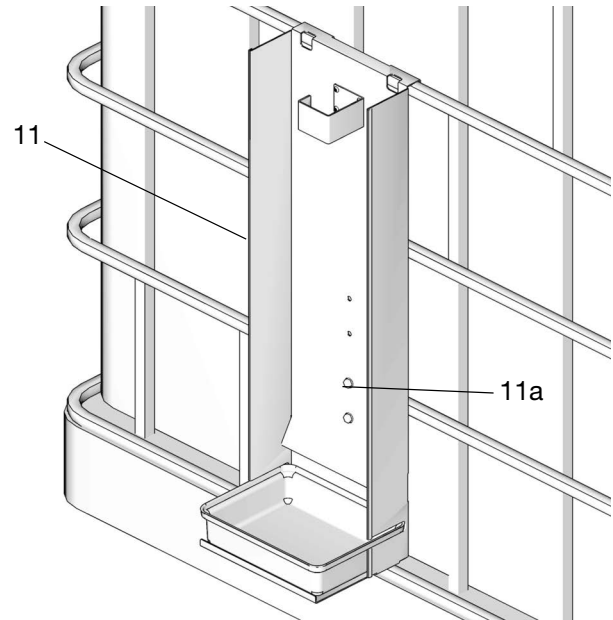

ABB. 20
- Die Zählerablage (11) seitlich am IBC-Behälter platzieren (ABB. 20).
- Die Ablage mithilfe von 4 Schrauben (11a) fixieren (ABB. 20).